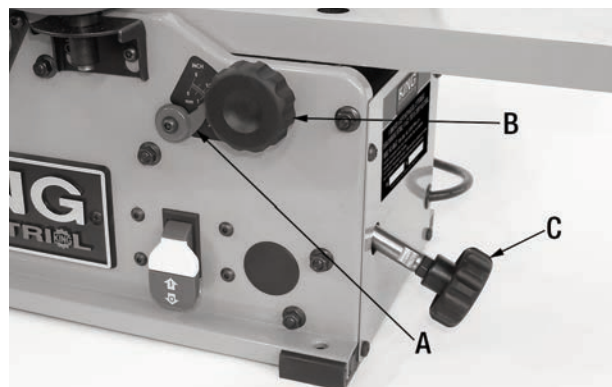

FIGURE 12
La hauteur de la table d'entrée est ajustable afin d'établir la profondeur de coupe. L'indicateur de profondeur de coupe (A) Fig.12 sert de point de référence approximative.
- 1) Desserrez le bouton de verrouillage de la table d'entrée (B) Fig.12.
- 2) Tournez le bouton d'ajustement de la profondeur de coupe (C) dans la direction requise afin de positionner la table à la hauteur nécessaire selon la profondeur de coupe approximative désirée.
- 1) Desserrez le bouton de verrouillage de la table d'entrée (B) Fig.12 et ensuite ajuster la table d'entrée à son point le plus haut - au niveau avec la tête de coupe.